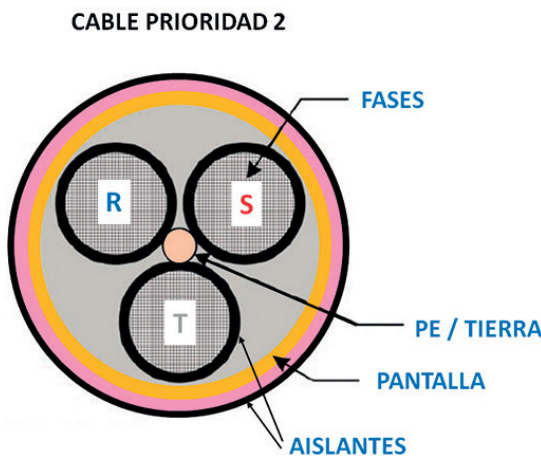

Figura 4. Prioridad 2; cable apantallado simétrico equilibrado con 3 conductores de fase más 1 conductor de tierra (3+1).
**Cable de prioridad 2:** este cable (figura 4) tiene un solo conductor de tierra ubicado en el centro entre las tres fases. Aunque en la figura se muestra centrado, es difícil asegurar que el conductor de tierra está ubicado exactamente en el centro a lo largo de toda su longitud. Ello causa alguna pequeña asimetría.